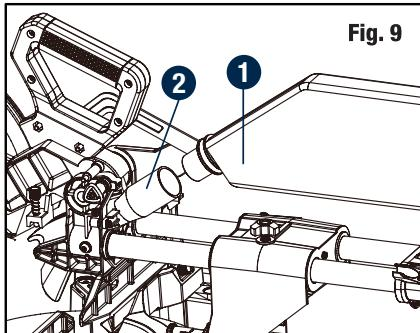

Fig. 9
**INSTALLATION DU SAC À SCIURE (fig. 9)**